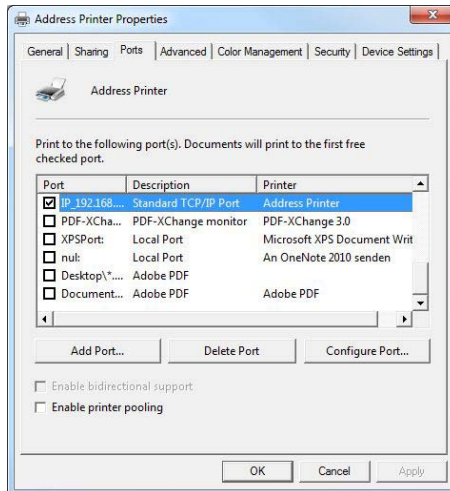

Abbildung 46: Druckeranschlusseinstellungen
- Nun ist der Druckertreiber bereit die Druckdaten über den Netzwerkanschluss zu schicken. Stellen Sie sicher das der Hacken bei dem neuen Anschluss gesetzt ist (siehe Abbildung 46).